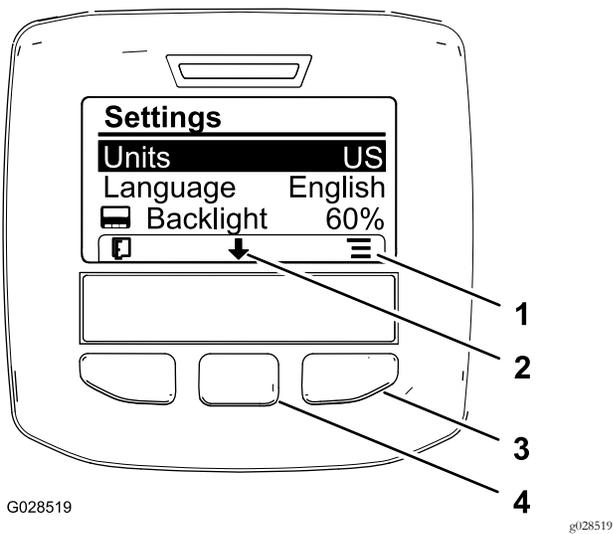

图9
1. 要更换测量单位请使用中间选择按钮滚动至 UNITS 单位选项图9。
2. 按右侧选择按钮可更换列出的测量单位图9。
1. 要更换显示屏使用的语言可按中间选择按钮显示屏上向下箭头图标下方的按钮将选中项移至语言图9。
2. 按右侧选择按钮显示屏上列表图标下方的按钮高亮显示显示屏使用的列出语言图9。